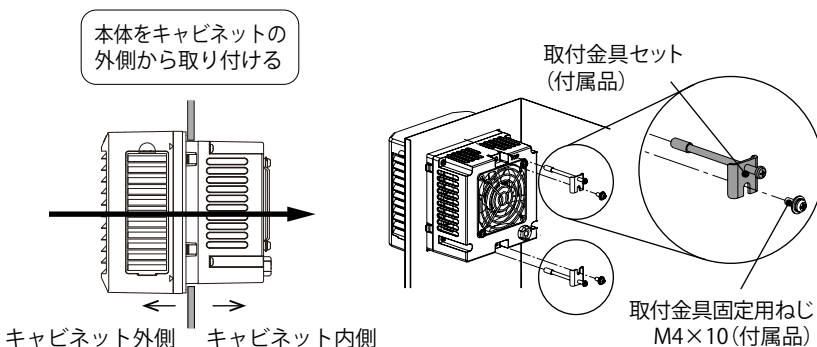

図4
2. キャビネットに本製品を取り付けて、付属の取付金具セットを取付金具固定用ねじM4×10にて固定してください。(図4)